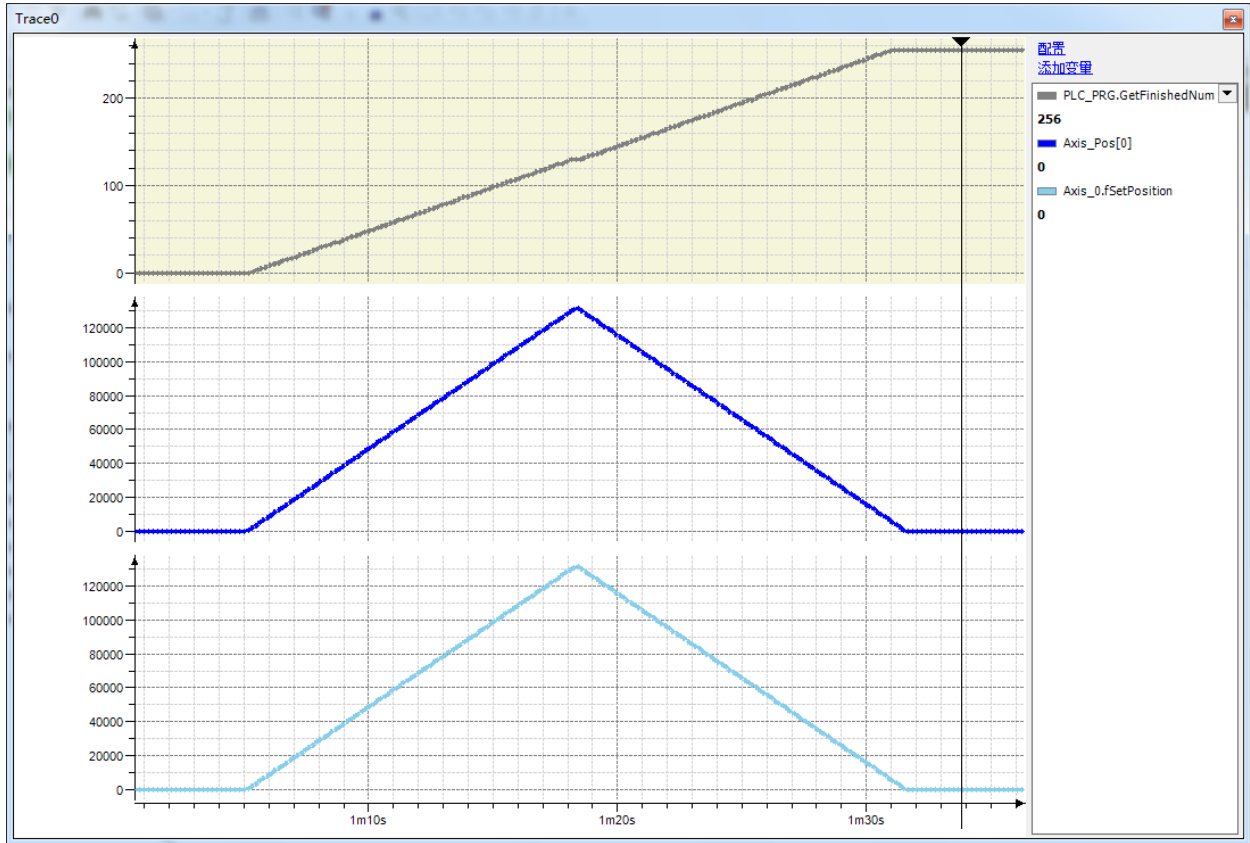

图 9.32 程序执行结果
**运行结果：**当 0 号轴运动经过设置的 256 个比较点时，CMP0 端口电平呈现高低循环的变化，如图 9.32 所示，可以看到最终采集到了 256 个高速比较点。
模式 0: 进入误差带后触发, 即只要进入比较点 (X, Y) 的误差区域, 便会触发比较输出, 如图 9.32 所示的阴影区域;
模式 1: 进入误差带单轴等于后再触发, 即需要同时满足进入误差区域, 以及其中一个轴等于比较点 (X, Y) 的位置, 如图 9.32 所示的红色垂线和水平线。